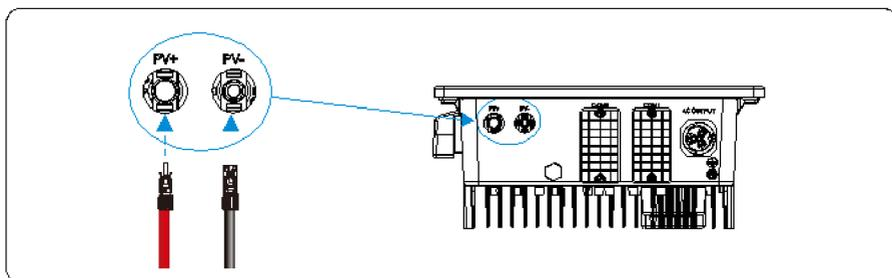

Figura 5.15 Conectando no Inversor
Passo 6 Insira os conectores positivo e negativo em seus terminais correspondentes do inversor até que um som de "clique" seja ouvido, como mostrado na Figura 5.15.